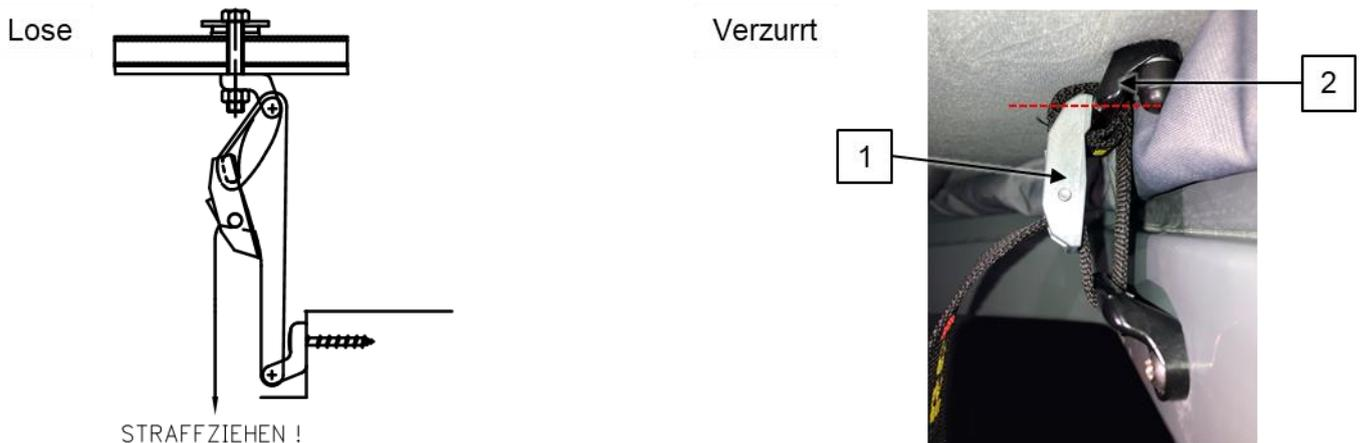

Abb. 6-1: Gurtbandführung
- Das Gurtband entsprechend Abb. 6-1 anbringen und straffziehen: **Die Schnalle (1) muss auf dem Bügel (2) aufliegen!**